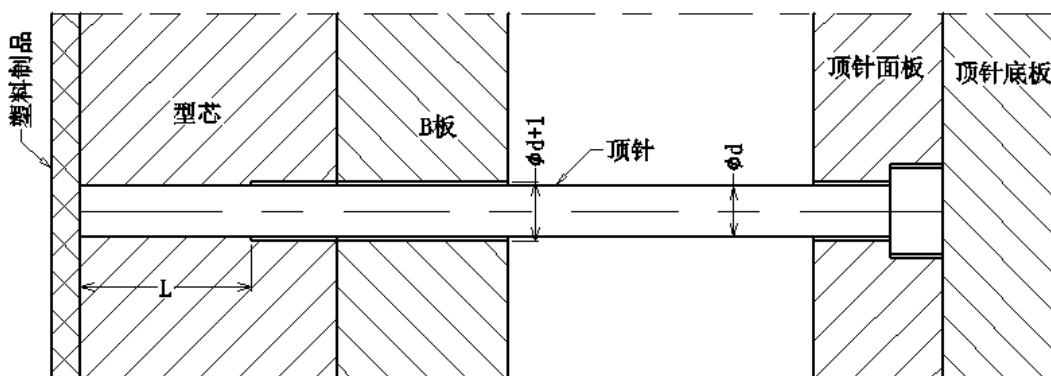

图 7-4 顶针在模具中的装配
- (4) 孔配合长度  $L=10\sim 15\text{mm}$ ；对小直径顶针  $L$  取直径的 5 倍。如图 7-4
- (5) 推杆在模具中的装配要求是：除了配合段，其它部位在径线方向均应单边避空 0.5mm。
如图 7-4